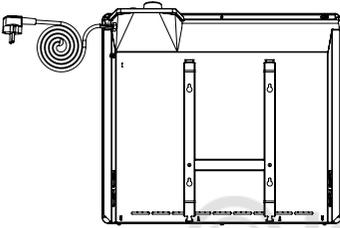

Рис. 4
- Опустите вниз две подвижки «Р» (см. рис. 4) задней панели обогревателя, и потяните прибор на себя.